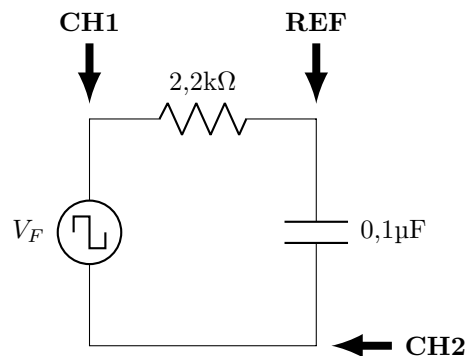

Figura 9.1: Circuito de carga y descarga de un capacitor.
- a. Arme el circuito de la Figura 9.1 y conecte el osciloscopio de rayos catódicos tal y como se indica. Haga que el voltaje de salida del generador sea $5 V_P$.